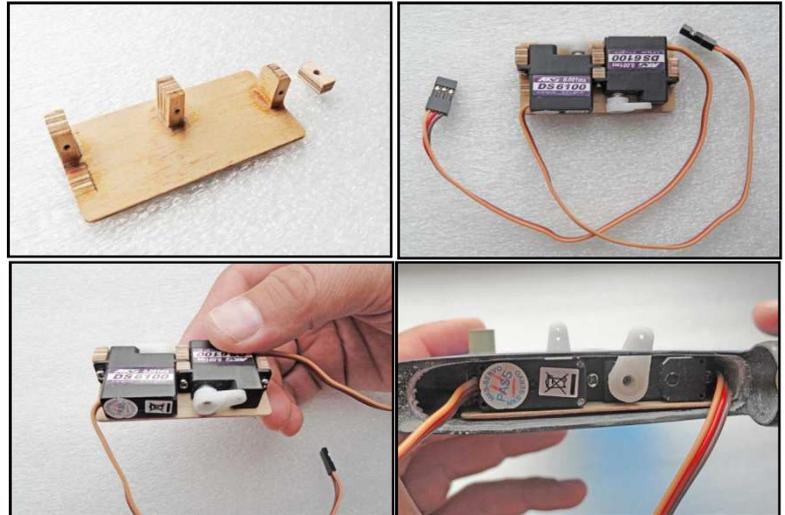

Рис.10 – Рекомендации от Александра Бойко
5.4. Так же возможна установка сервомеханизмов на оперение способом, которым с нами поделился Александр Бойко (в этом варианте машинки можно легко демонтировать, выкрутив 3 винтика снизу.) Необходимо из фанеры сделать плату для крепления машинок (Рис.10)